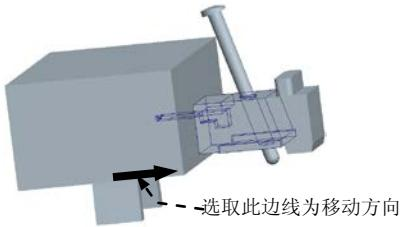

图 27.63 步骤 1 中要移动的第一组元件
Step3. 在系统的提示下, 选取图 27.63 所示的边线为移动方向, 然后在系统输入沿指定方向的位移 的提示下, 输入要移动的距离值 30, 并按 Enter 键。